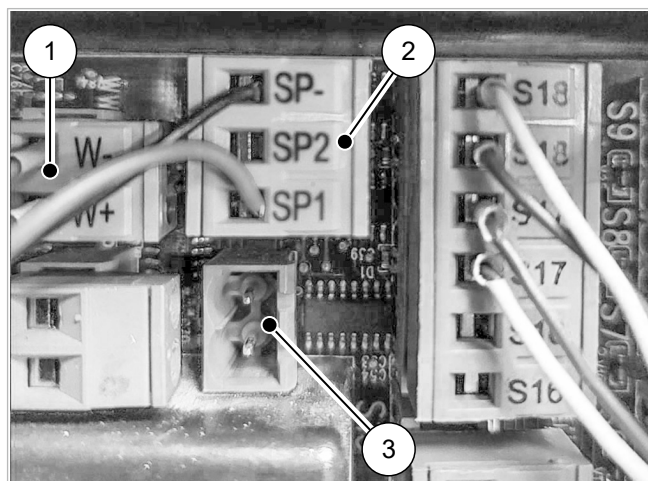

Fig. 22: Conexiones en el circuito impreso de la red SC-3
3. Conecte el cable de señales a la salida WW (O5) como sigue: (→ Fig. 22):
1. El quemador de gas se modula a través de la salida O1 (véase → Fig. 22). Vuelva a conectar las conexiones de modulación a una regleta de dos clavijas y enchúfelas a la salida O1.